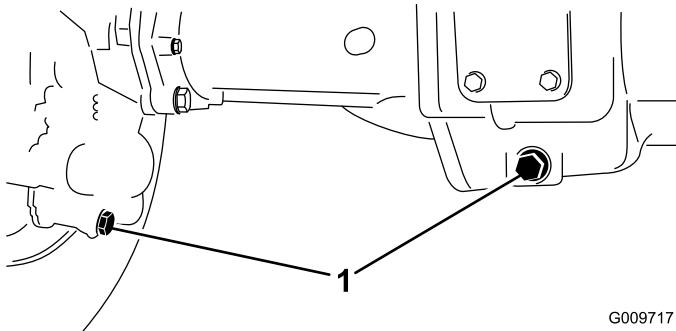

Figura 85
- Limpie la zona alrededor de los tres tapones de vaciado, uno en cada extremo y uno en el centro (Figura 85).